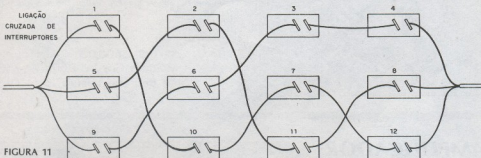

FIGURA 11
c) Alienação dos interruptores, ou peças, é cruzada, conforme mostra a figura 11.